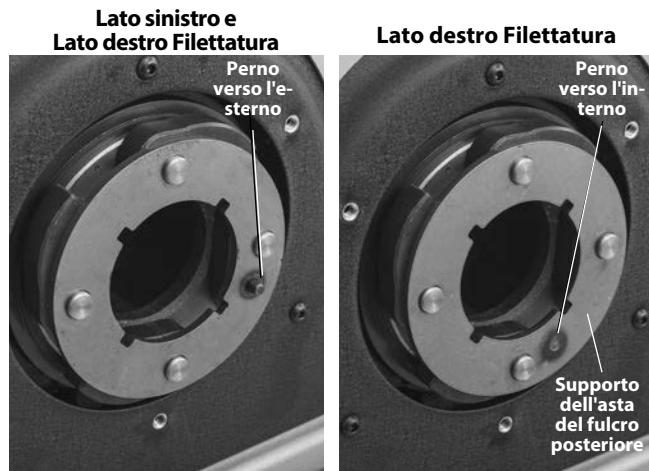

Figura 25B – Supporto dell'asta del fulcro posteriore - Posizionamento del perno
- Rimuovere gli E-clip e il supporto dell'asta del perno posteriore (Figura 25B).
- Posizionare il supporto dell'asta del perno posteriore in modo che il perno sia rivolto verso l'esterno, quindi reinstallare (Figura 25B).
- Per ritornare alla filettatura soltanto di Destra, rovesciare il supporto dell'asta del perno posteriore, in modo che il perno sia rivolto verso l'interno, quindi reinstallare (Figura 25B).